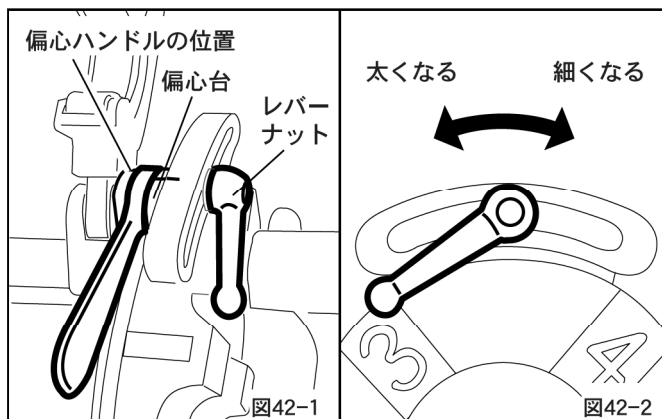

図42-1
①ねじ切り寸法を合わせる時には、偏心ハンドルをかならず手前に倒してから、ダイヘッドのねじ切りサイズ寸法と偏心台の目盛りを合わせてください。 (図42-1)
②レバーナットをしっかりと締めてください。